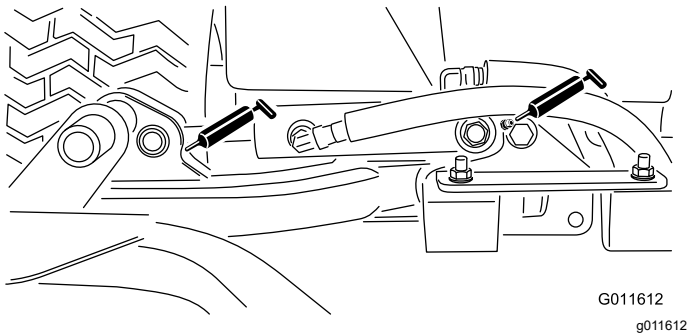

Figura 42
- Cilindros del brazo de elevación de la unidad de corte (2 en cada) – Figura 42
- Pivotes del brazo de elevación (1 en cada) – Figura 42